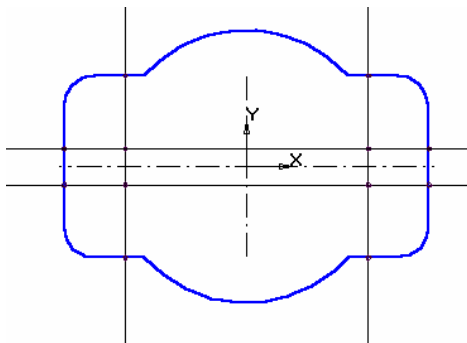

Рис. 1.29
6. Устанавливайте курсор на удаляемые линии (рис. 1.29).
7. Выполните пазы. Для этого постройте с помощью параллельных вспомогательных прямых параметры пазов – ширину паза и положение центров цилиндрической поверхности пазов, рис. 1.29.